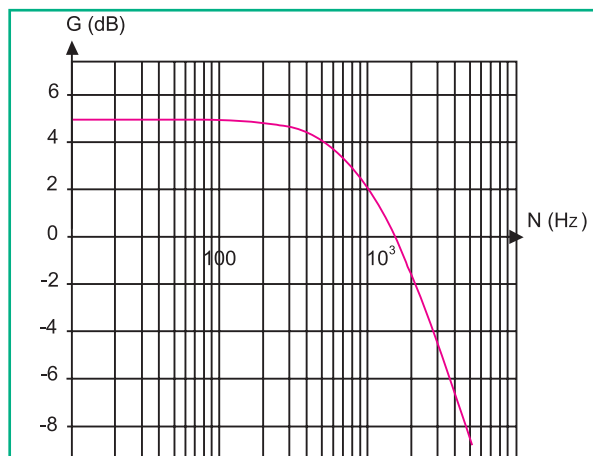

Fig.10 : Courbe de réponse en gain du quadripôle
On fait varier la fréquence  $N$  de  $u_E(t)$ , tout en maintenant  $U_{Em}$  constante. Pour chaque valeur de  $N$ , on note la valeur maximale  $U_{Sm}$  de  $u_S(t)$ . Par exploitation des résultats de mesures, on obtient la courbe de réponse  $G(N)$  donnée par la figure 10.
- 2°) A l'aide de la courbe de réponse de la figure 10, déterminer la valeur maximale  $G_0$  de  $G$  et en déduire la valeur maximale  $T_0$  de  $T$ .
Ainsi, le comportement de ce quadripôle, pour les faibles et les hautes fréquences (Fig.10), justifie qu'il s'agit d'un filtre passe-bas de fréquence de coupure haute  $N_h$ . Ce filtre est dit actif car il renferme, en plus des composants passifs ( $R$  et  $C$ ), un amplificateur opérationnel comme composant actif.